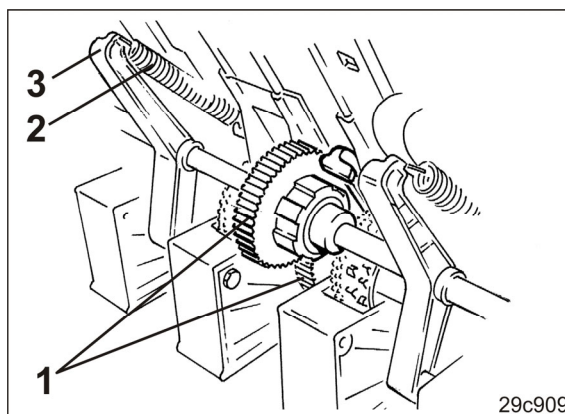

Fig. 131
15. Få tænderne (Fig. 131/1) på fjederkoblingen og såakslens cylindriske tandhjul til at gå i indgreb.
16. Sæt trækfjedrene (Fig. 131/2) på drejelejerne (Fig. 131/3).